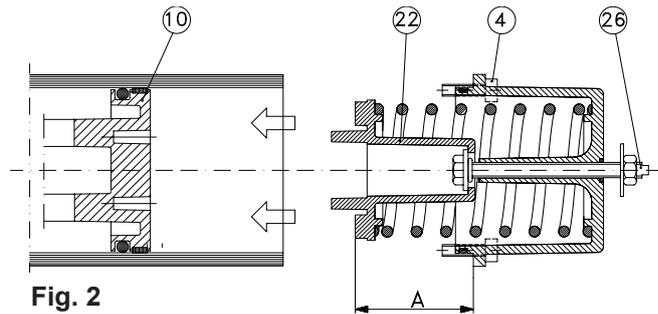

Fig. 2
5. Vérifier que le ressort est correctement pre-serré d'après la table 1 et la Figure 2.
6. Le guide-ressort (22) est centré par rapport au piston à l'aide de 2 chevilles-guides.
7. Pour les modèles 230-280, les unités SR doivent être tournées de sorte qu'au moins l'un des trois points d'appui soit situé entre les bossages du pistons (10).
9. Montez les vis (4) de fixation. Lors du serrage des vis, la force des ressorts se transmet de la vis de serrage (26) à ces vis.
10. L'angle de rotation de l'actionneur sera ajusté avec la vis de serrage (26).